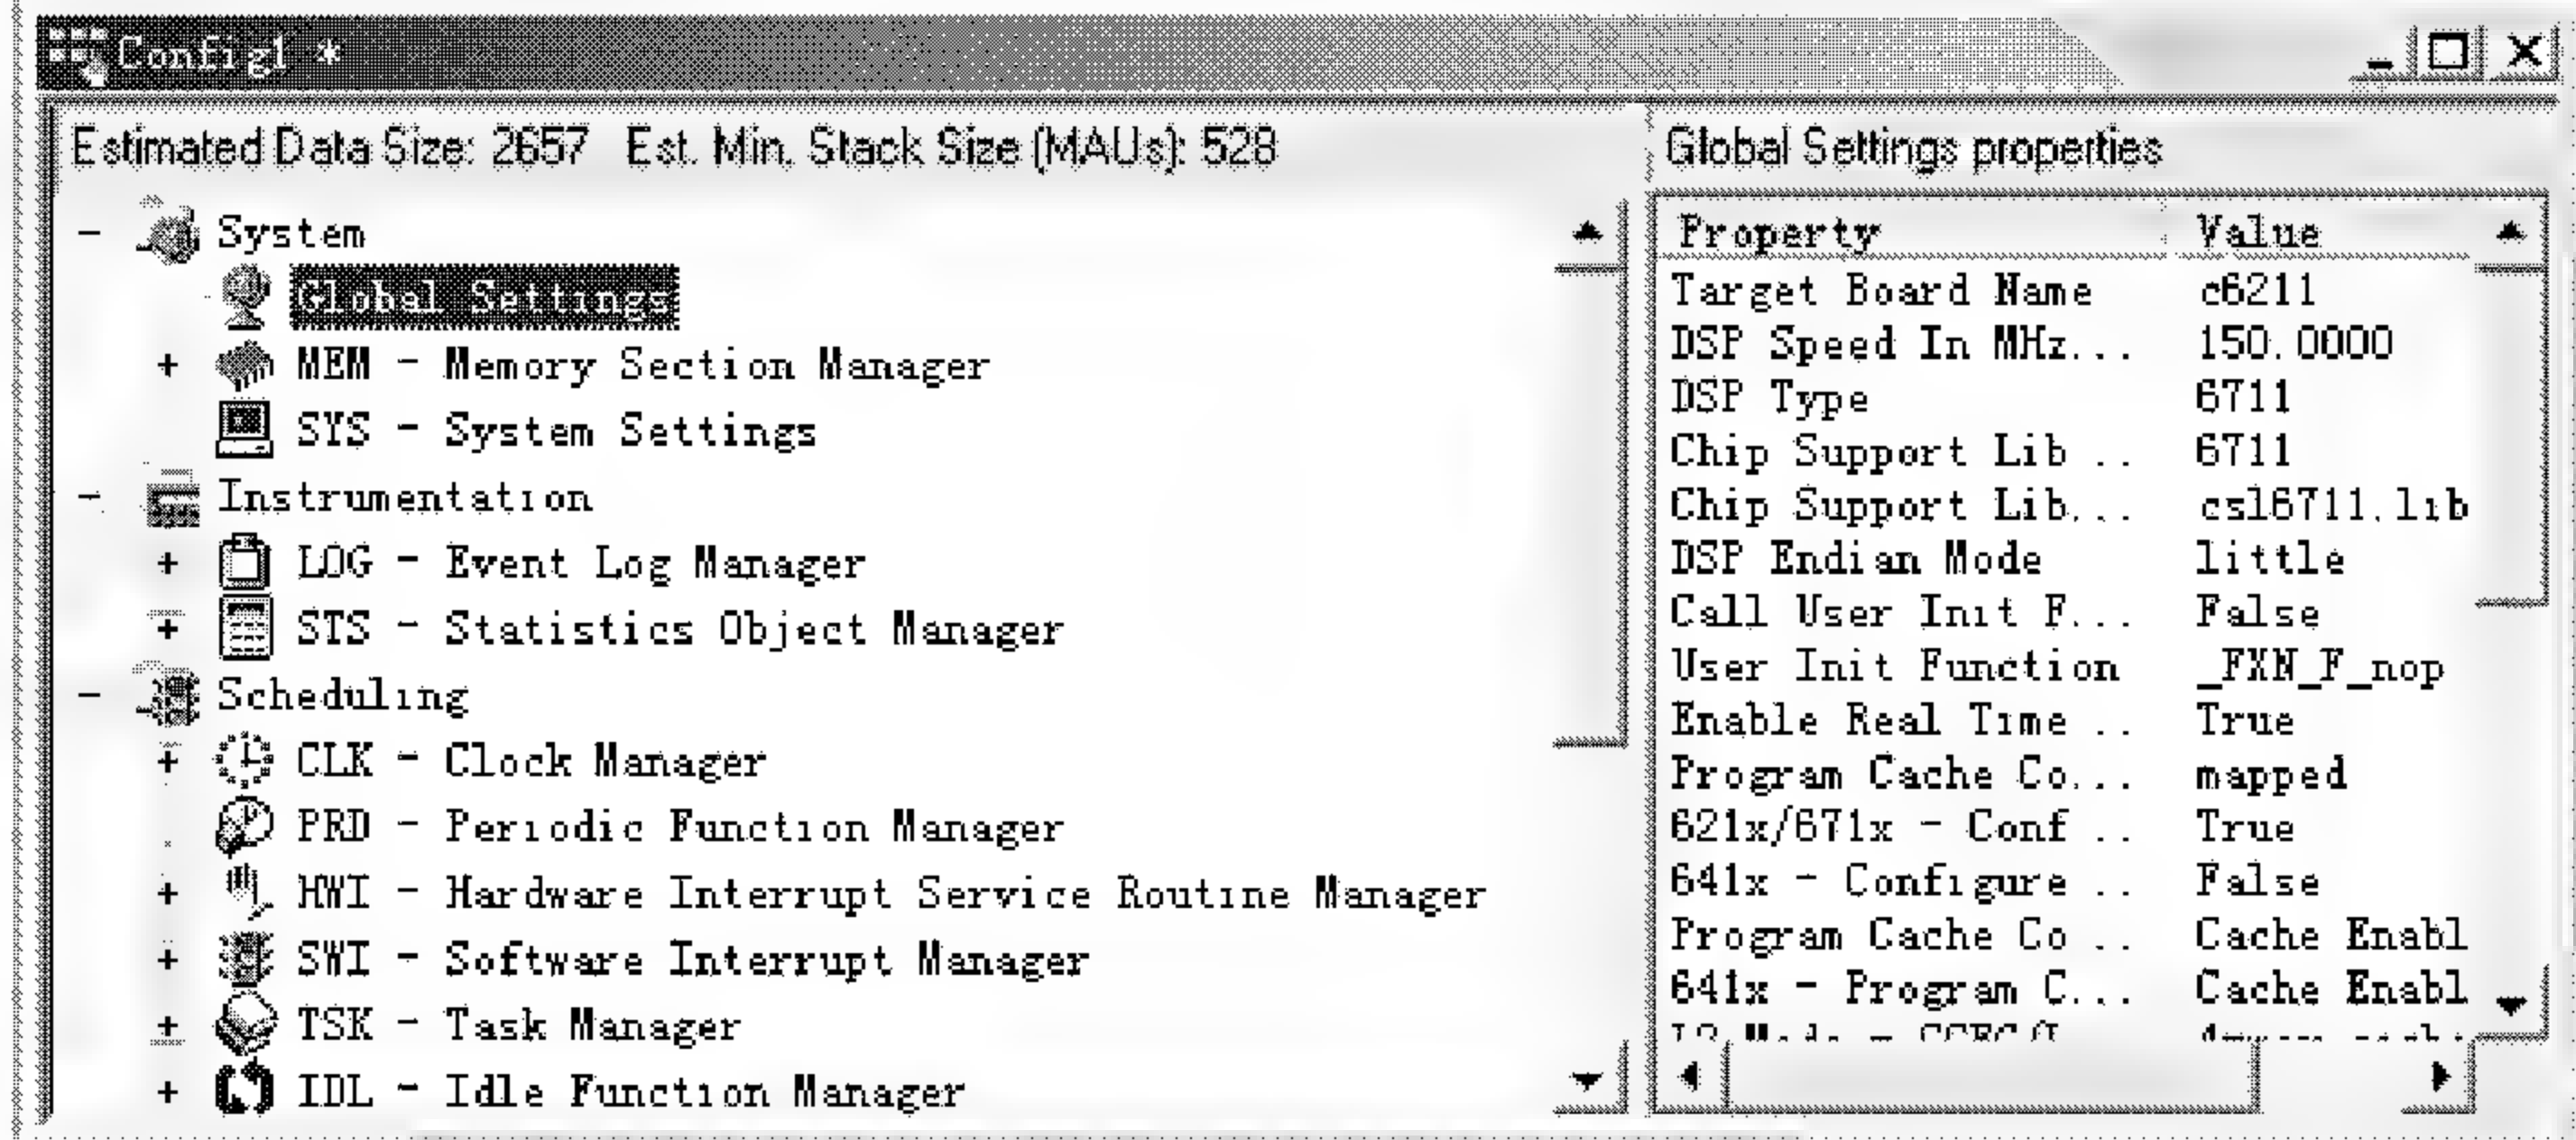

图 3.36 DSP/BIOS 配置工具窗口
(2) 在 DSP/BIOS 配置模板窗中选择所需模板，点击 OK 退出 DSP/BIOS 配置模板窗，同时打开一个新的 DSP/BIOS 配置工具窗口，如图 3.36 所示。